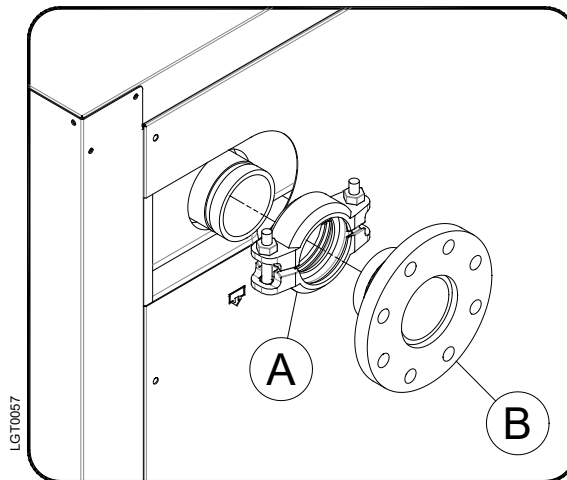

Fig.2
Monte a flange (B) e a junta Victaulic® (A), conforme mostrado na Fig. 2